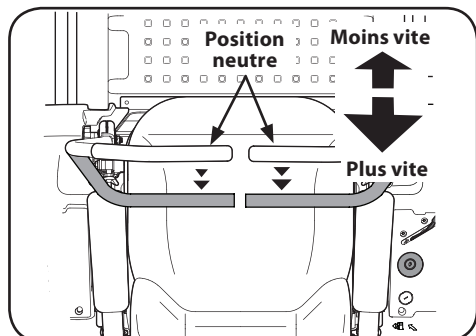

Figure 3-5
1. Poussez les barres de conduite lentement et graduellement vers l'arrière. L'appareil commencera à reculer. Voir Figure 3-5.